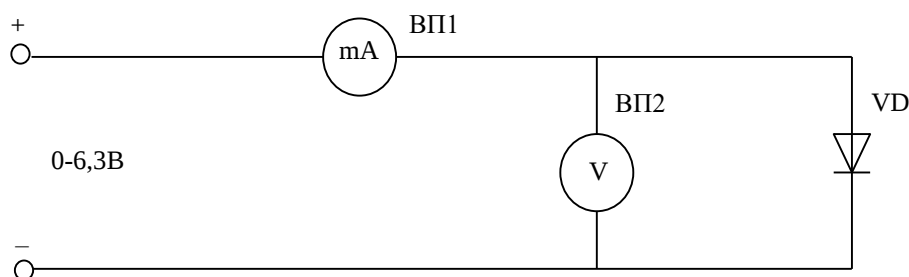

Рисунок 1.1
1. Скласти схему відповідно до рис. 1.1